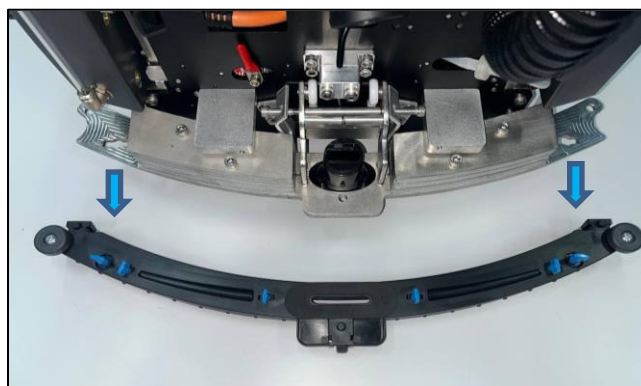

Fig. 3
2. Maak het Squeegee patroon los van de houder door beide bevestigingsmiddelen uit hun gat te duwen (Fig. 3).